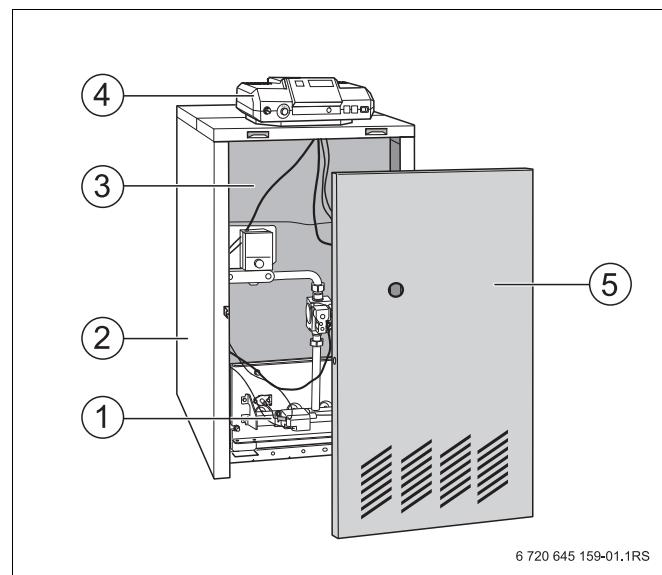

Рис. 1 Специальный газовый отопительный котел Logano G124 WS
Отопительный котел Logano G124 WS (Рис. 1) оснащен на заводе встроенной газовой горелкой и системой управления.
- Котловой блок с теплоизоляцией (Рис. 1, **поз. 3**) и газовой горелкой (Рис. 1, **поз. 1**). В котловом блоке тепло, производимое горелкой, передается воде, циркулирующей в системе отопления.
- Ошивка (Рис. 1, **поз. 2**) и передняя стенка котла (Рис. 1, **поз. 5**). Обшивка котла и теплоизоляция препятствуют потерям энергии.
- Система управления (Рис. 1, **поз. 4**). Система управления служит для контроля и регулирования отопительной системы.